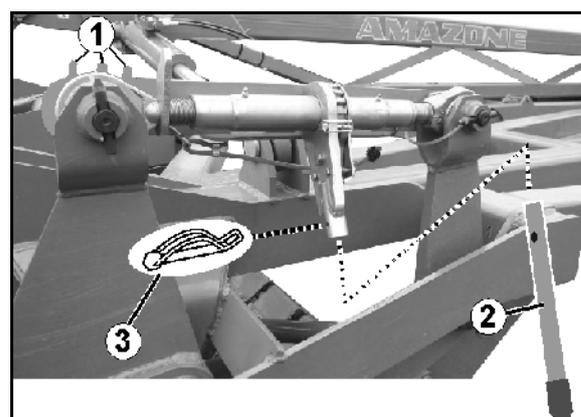

Fig. 46
L'échelle graduée est très utile pour régler les broches sur la même longueur (Fig. 46/1).
2. Fixer la poignée (Fig. 46/2) à l'aide du esse d'essieu (Fig. 46/3) sur le cliquet (Fig. 46).